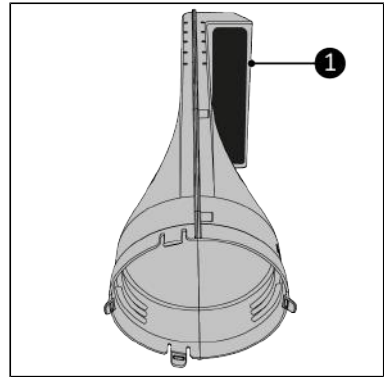

Abbildung 121.
4. Platzieren Sie den Way-out vor sich. Stellen Sie sicher, dass die runde Öffnung zu Ihnen zeigt (Abbildung 121).
5. Stellen Sie sicher, dass der Luftauslass (Abbildung 121, Pos. 1) nach rechts zeigt.